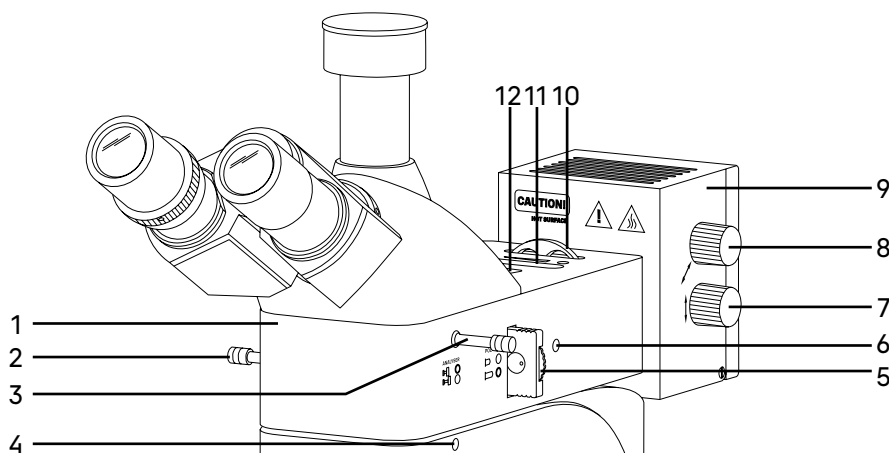

Рис. 4. Насадка осветителя отраженного света
Осветитель отраженного света представлен на рис. 4.
Корпус насадки 1 (рис. 4) устанавливается сверху на штатив микроскопа и закрепляется винтом 4 (рис. 4) при помощи ключа-шестигранника. В корпусе насадки располагаются:
- устройство простой поляризации – вращающийся поляризатор 5 (рис. 4) и встроенный анализатор 3 (рис. 4);
- полевая диафрагма 12 (рис. 4) и апертурная диафрагма 11 (рис. 4);
- несъемное кольцо с набором цветных фильтров 10 (рис. 4) имеет пять положений: свободное отверстие и 4 фильтра – матовый, желтый, зеленый и синий;
- рукоятка 2 (рис. 4) для переключения на режим светлого/темного поля– для улучшения контраста и детализации изображения образцов, что позволяет лучше изучать их микроструктуру (Режим светлого поля дает достоверное увеличенное изображение объекта. Режим темного поля: для наблюдения объекта в рассеянном свете, который дает контрастные изображения границ зерен и дефектов поверхности, невидимых в светлом поле). Для работы микроскопа по методу темного поля выдвиньте рукоятку светлого/темного поля 2 (рис. 4) в положение  D F, а для работы по методу светлого поля убедитесь, что она установлена в задвинутое положение  B F.
Поляризатор 5 (рис. 4) расположен в корпусе насадки между источником света и объективами. Поляризатор имеет два положения – свободное отверстие и поляризационный фильтр. Поляризатор вращается в диапазоне 0–360°. Чтобы ввести поляризатор в оптическую ось, следует вставить устройство до конца. Поляризованный свет передается через объектив на объект.
Анализатор 3 (рис. 4) расположен между объективом и визуальной насадкой. Анализатор имеет два положения – свободное отверстие и поляризационный фильтр. Чтобы ввести анализатор в оптическую ось, следует вставить устройство до конца.
Фонарь лампы 9 (рис. 4) крепится на насадку 1 (рис. 4). Внутри фонаря располагается источник света – галогенная лампа. Центрировка лампы по трем осям осуществляется рукоятками 15 (рис. 2) и 7, 8 (рис. 4). Галогенная лампа нагревается, поэтому корпус фонаря имеет решетку для естественного охлаждения источника света.